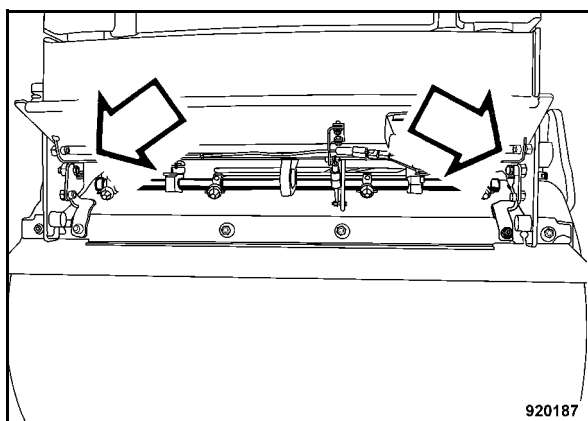

Fig. 104
- Se necessario registrare il raschiatore dopo aver allentato le viti a testa esagonale (Fig. 104).